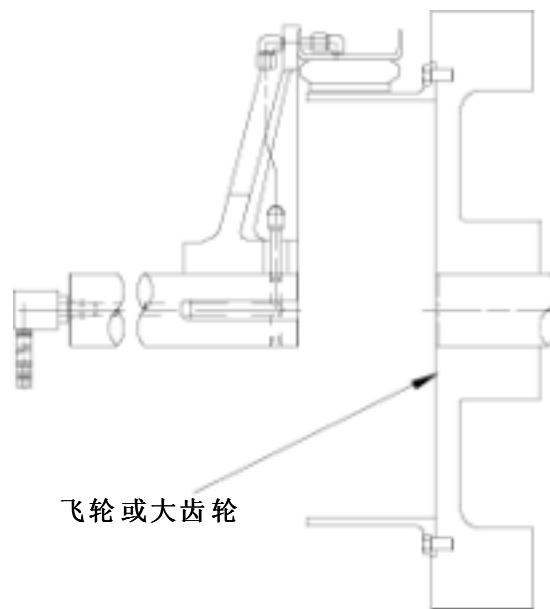

图 6
2.1.5 图 6 显示了发动机的通常安装方式，其中离合器装在法兰上，轮毂装在轴承式安装的飞轮或大齿轮上。在驱动轴中钻进气通道不可行时，通常采用这种方式。